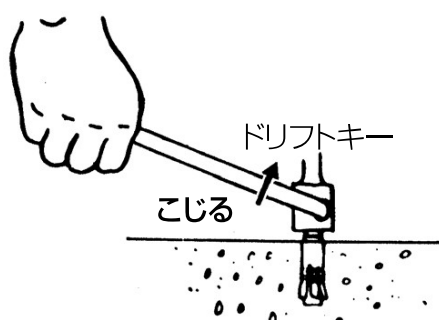

図 8
- (4) 打込み後はドリフトキーでアンカーを分離します。(図8)